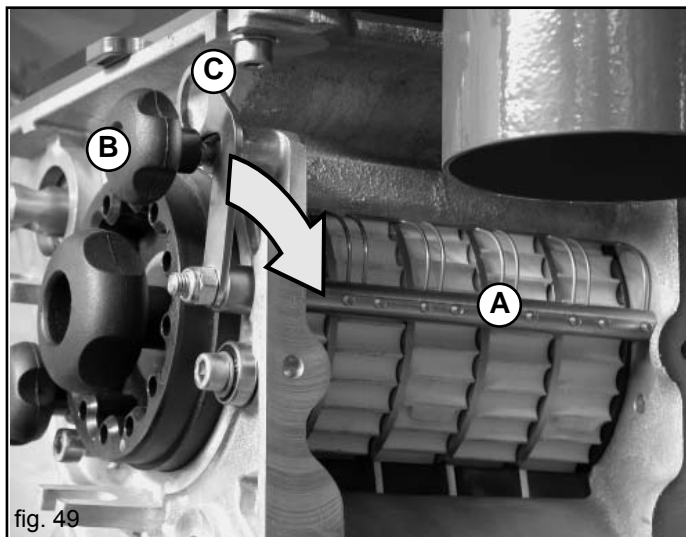

fig. 49
Gli elementi elastici pulenti (A, Fig. 49) vengono usati con il rullo dosatore di colore giallo (mod. F25-125) durante la distribuzione di semi oleosi.
... allentare il pomello (B, Fig. 49), estrarre le leve (C) dalla propria sede e spostarle nel senso della freccia.
- 1) Allentare e togliere il pomello (B Fig. 49), e spostare la leva (C) nel senso della freccia.